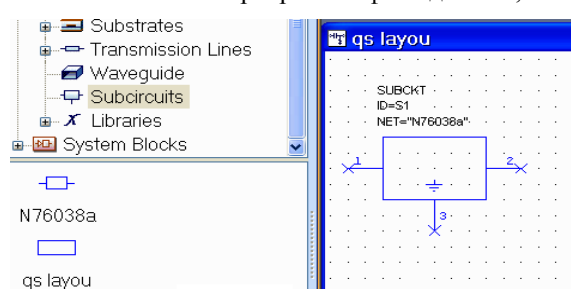
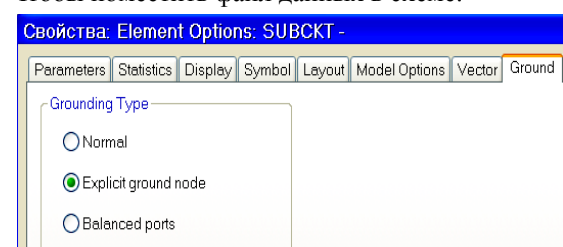

Рис. 5.6
Рис. 5.7
и как элемент подсхемы **Subcircuits** в окне просмотра элементов, как показано на рис. 5.6. Теперь вы можете файл данных вставить в качестве подсхемы в любую схему, создаваемую в проекте.
5. В открывшемся окне свойств элемента откройте вкладку **Ground** (рис. 5.7). В области **Grounding Type** отметьте **Explicit ground node** и нажмите **OK**. Элемент подсхемы будет выглядеть, как показано на рис. 5.6.
3. Отметьте **N76038a** в списке подсхем, затем отметьте **Explicit ground node** и нажмите **OK**. Результат будет таким же, как показано на рис. 5.6.